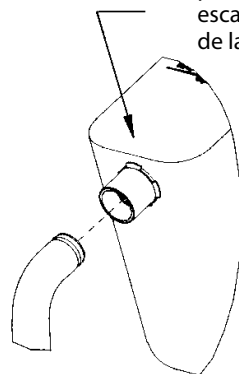

Figure 5
- 1 Instale la bolsa de recolección de polvo presionando el extremo del tubo de escape hasta que el anillo encaje dentro de la ranura (Figure 5). La mejor manera de hacerlo es presionando con la palma de la mano la parte trasera de la abertura de la bolsa.